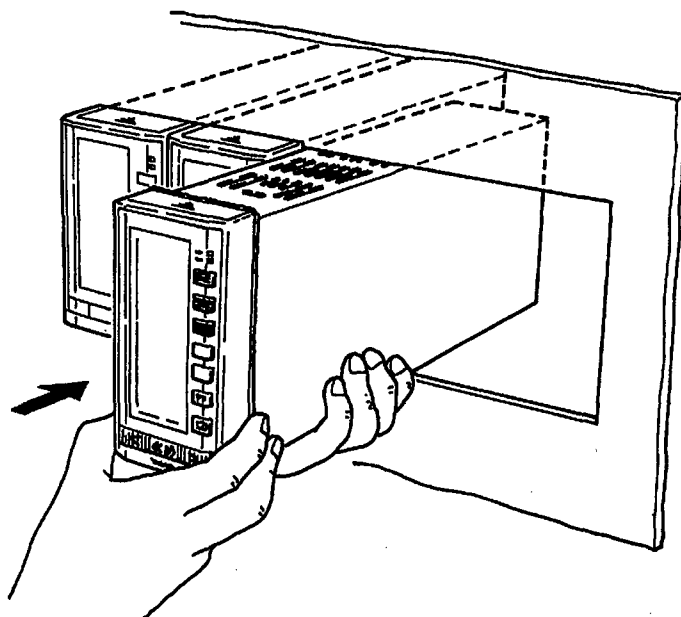

図3.4 多連密着取り付け
- ①配列順序に従って、順次他の本体をお互いにピッタリ密着させながら、パネルに差し込んでください(図3.4参照)。
- ②単体ごとの取り付けは、前ページの「■ 単体取り付けの場合」と同様に行います。